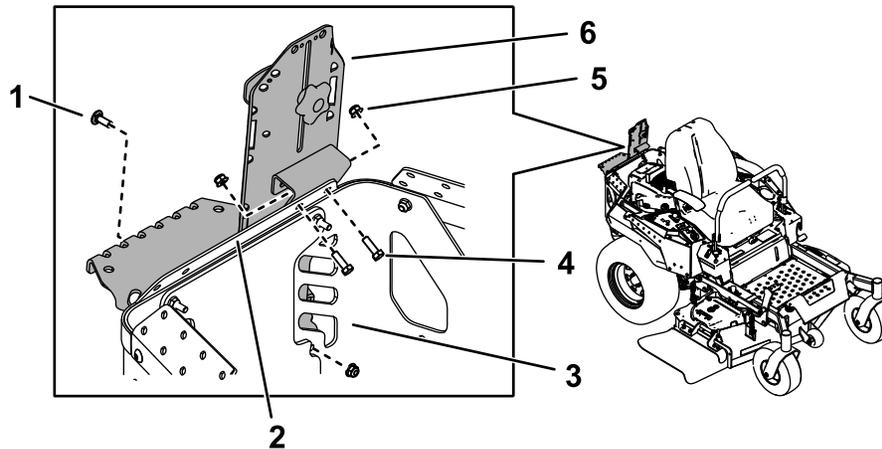
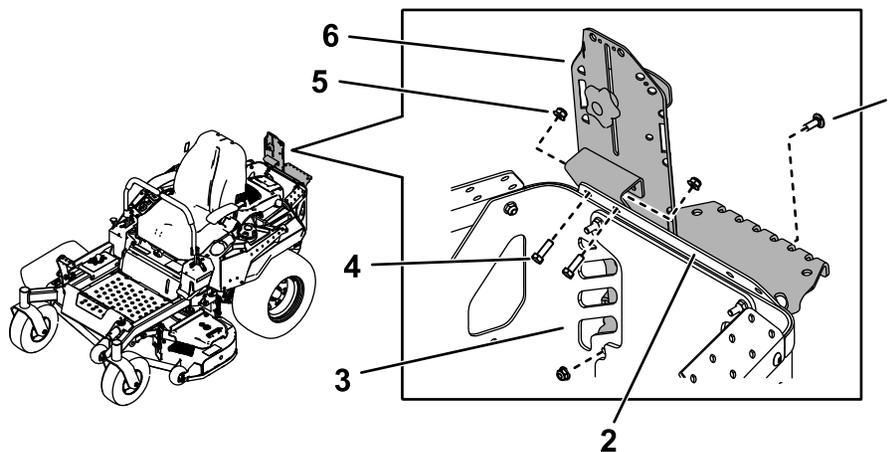

Bild 15
Bild 16
1. Befestigen Sie die Befestigung mit zwei Schrauben (5/16" x 1") und zwei Muttern (5/16") an der rückwärtigen oberen Schutzvorrichtung, wie in Bild 15 oder Bild 16 dargestellt.
3. Befestigen Sie das untere Ende der Haupthalterung mit einer Schlossschraube (5/16" x 7/8") und einer Mutter (5/16") an der hinteren Motorschutzvorrichtung, wie in Bild 15 oder Bild 16 abgebildet.